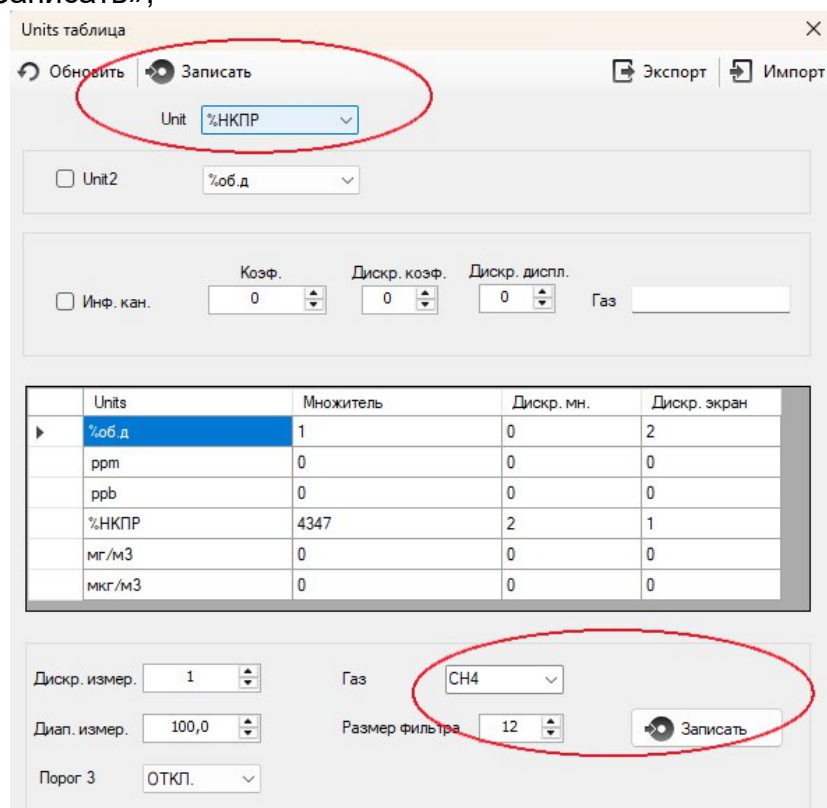

Рисунок 56
5) в открывшемся окне в левом верхнем углу в строке «Unit» выбрать необходимые единицы измерения, отображаемые на дисплее прибора (рисунок 56), далее нажать «Записать»;